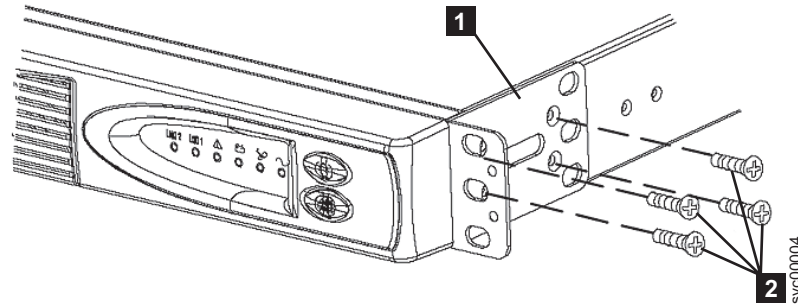

図 151. 2145 UPS-1U 用サポート・レールのラックへの取り付け
2. 取り付けブラケットごとに 4 つの M3 × 6 ねじ **2** を使用して、取り付けブラケット **1** の長い側を 2145 UPS-1U の各側に取り付けます。図 151 を参照してください。